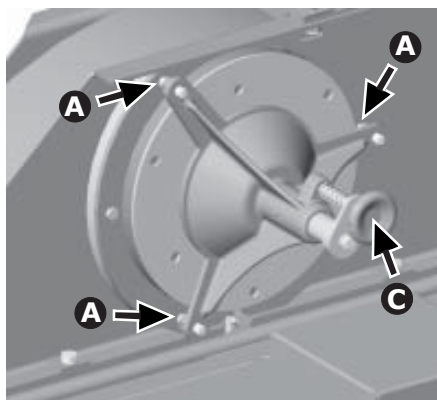

fig.66
3. Desaperte as três porcas **B** até que elas encostem no Afiador (fig.66).